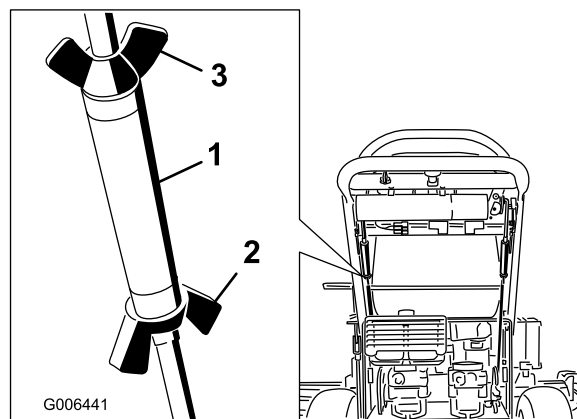

Figura 45
- Allentate i dadi ad alette sull'asta di comando destra e ruotate il tornichetto verso l'interno o verso l'esterno per assicurarvi che la leva di controllo destra sia centrata in posizione di blocco in folle. Fissate il tornichetto in posizione con i dadi ad alette (Figura 45).
- Allentate i dadi ad alette sull'asta di comando sinistra e ruotate il tornichetto verso l'interno o verso l'esterno per cambiare l'allineamento. Fissate il tornichetto in posizione con i dadi ad alette (Figura 45).